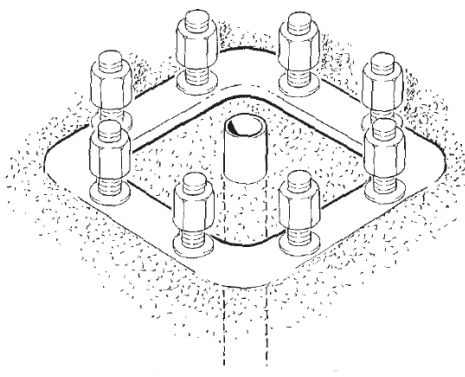

fig.19
4. Predisporre, quando previsto, l'inserimento nel plinto di un tubo adatto al passaggio del cavo elettrico che dovrà alimentare la gru a bandiera ( fig.19 ).